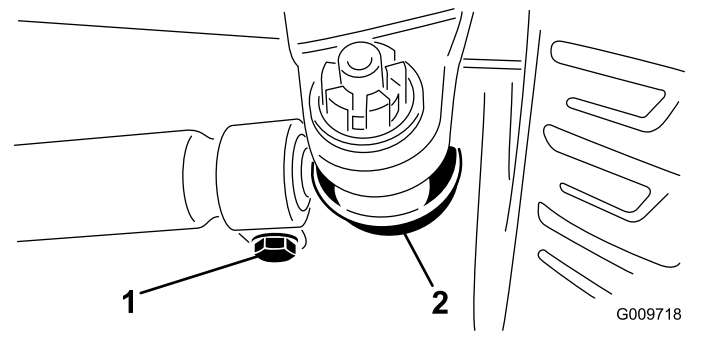

Bild 89
2. Entfernen Sie den Splint und die Mutter von einem der Spurstangen-Kugelgelenke (Bild 89). Entfernen Sie das Spurstangen-Kugelgelenk vom Achsständer.
3. Lockern Sie die Klemmen an beiden Enden der Spurstangen (Bild 89).